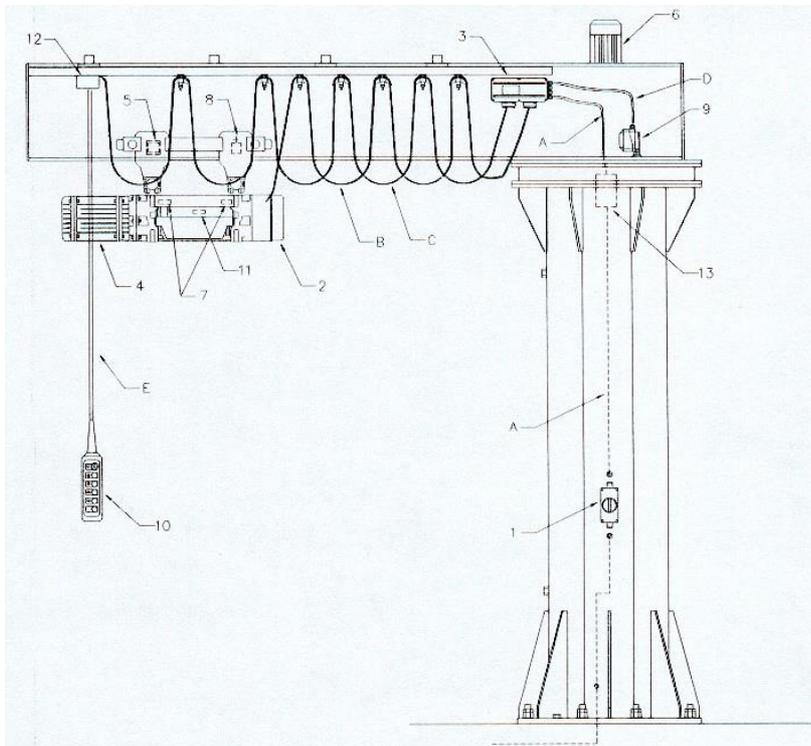

Abb. 41
- Die folgende Abbildung (Abb. 41) zeigt das Kriterium zur Erkennung der elektrischen Verbraucher und Kabel- bzw. Leiterwege. Alle Verbraucher und Kabel sind auf den jeweiligen Komponenten angegeben und nummeriert.
- Die folgende Abbildung (Abb. 41 a) zeigt das Kriterium zur Erkennung der elektrischen Verbraucher und Kabel- bzw. Leiterwege. Alle Verbraucher und Kabel sind auf den jeweiligen Komponenten angegeben und nummeriert.
Abb. 41 a